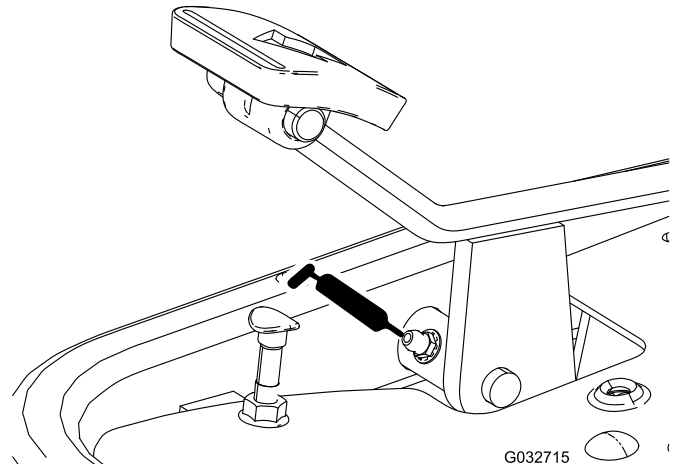

Figura 33
- Pedale della trazione (Figura 33)